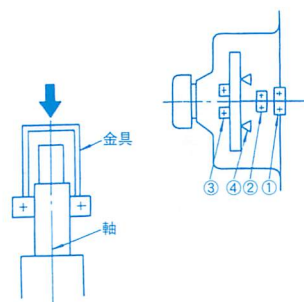

図13 軸受のはめ込み
- ・軸へのはめ込み途中で軸受が止まった場合は、内輪に金具を当てて小型プレスまたはプラスチックハンマで押し込んでください(図13)。